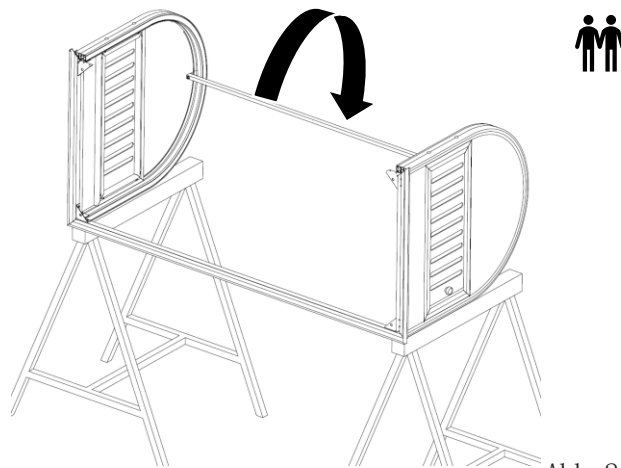

Abb. 25
- Gewächshaus auf die Seite legen! (Abb.25)